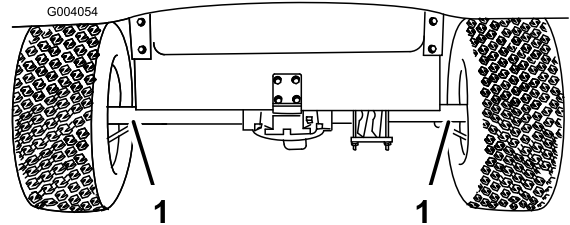
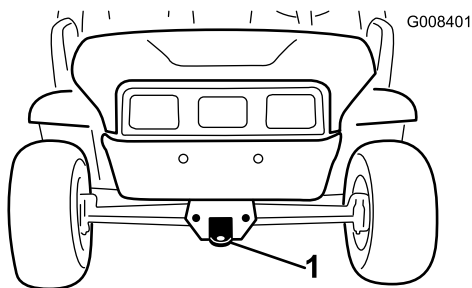

Figure 21
Figure 22
Utilisez une remorque pour transporter la machine sur de longues distances. Arrimez solidement la machine sur la remorque. L'emplacement des points d'attache est indiqué à la Figure 21 et Figure 22.
2. Accrochez un câble de remorquage à la flèche d'attelage à l'avant du châssis (Figure 22).